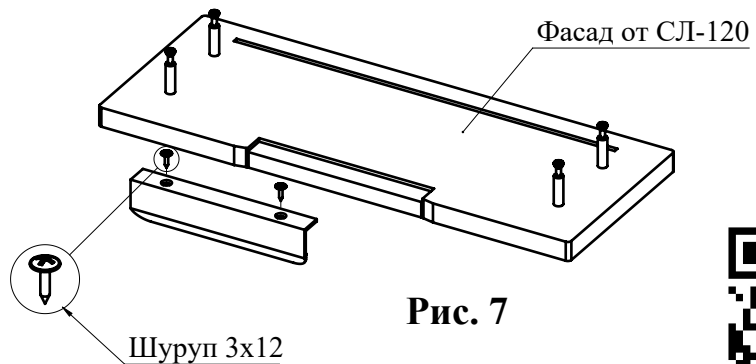

Рис. 7
6. Установите ручки на фасад ящика и закрепите их при помощи шурупов 3х12 (Рис. 7).